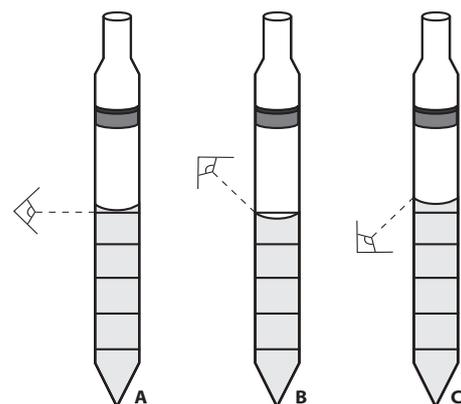

Figura 4: A: posição correta para acertar o menisco. B e C posições erradas para acertar o menisco.
- Os olhos devem estar posicionados na altura da leitura do menisco (Figura 4);
A superfície de um líquido confinado num tubo estreito exibe uma curvatura marcante, ou menisco, que consiste na interface entre o ar e o líquido a ser medido. Para acerto do menisco, seu olho deve estar no nível da superfície do líquido para assim evitar um erro devido à paralaxe (Figura 4). Paralaxe é um fenômeno que ocorre através da observação errada do valor na escala analógica do instrumento, devido ao ângulo de visão.